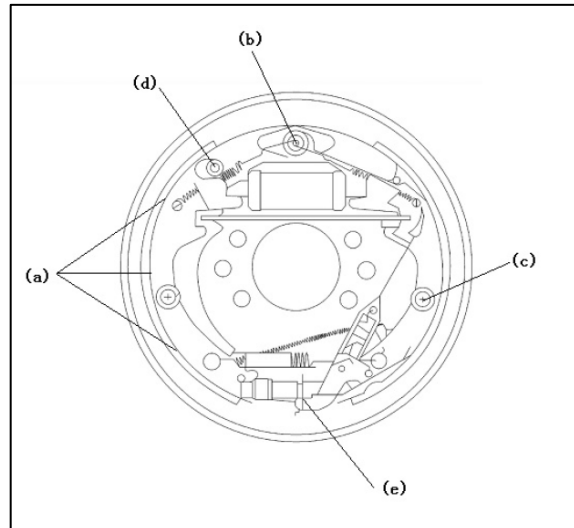

Fig. 5-18
6. Aplique grasa lubricante base de calcio #2 en los puntos de lubricación a, b, c, d según se indica en la Fig 5-18, y evite que esta grasa se adhiera a las zapatas de freno.